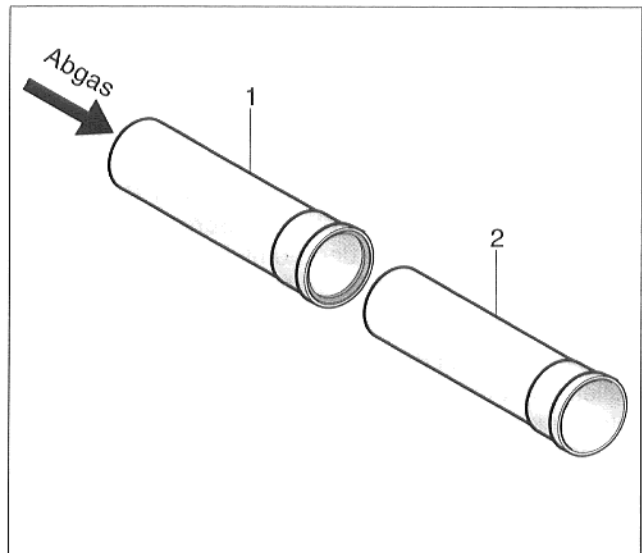

Abb. 3 Rohrverbindung
- Blaue Silikondichtung im Rohr 1 (Abb. 3, Pos. 1) leicht einfetten.
- Rohr 1 und Rohr 2 (Abb. 3, Pos. 2) mit leichter Drehbewegung ineinanderschieben. Rohre und Formstücke so zusammenstecken, daß die Muffe in Richtung des Abgasstromes zeigt.